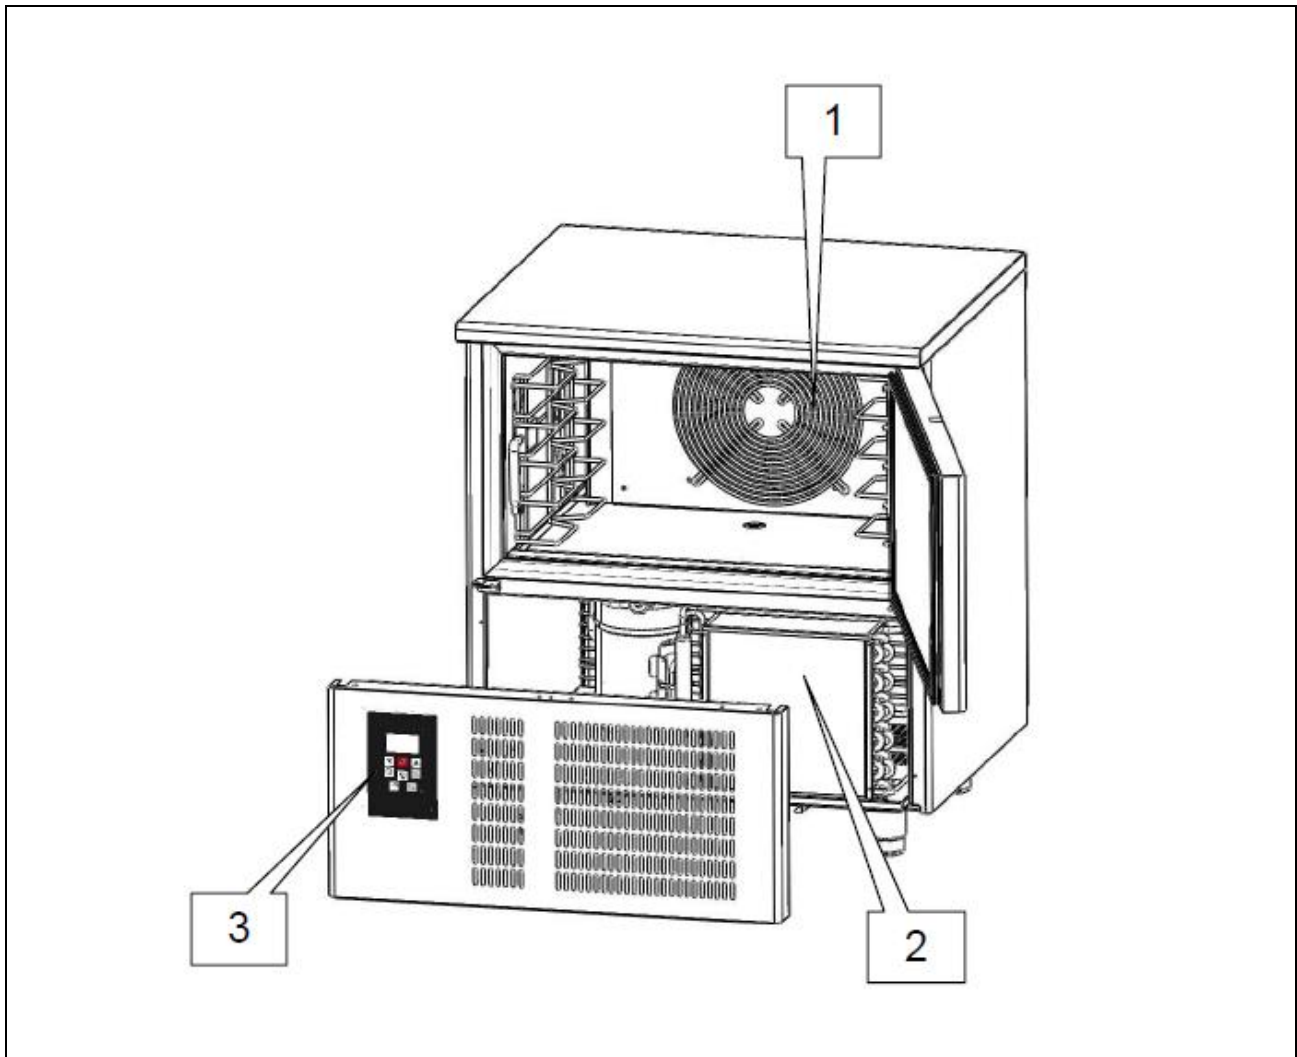

Fig. 3
- Unité de condensation (réf. 2, fig. 3);
- Unité d'évaporation (réf. 1, fig. 3);
- Panneau de commande (réf. 3, fig. 3)